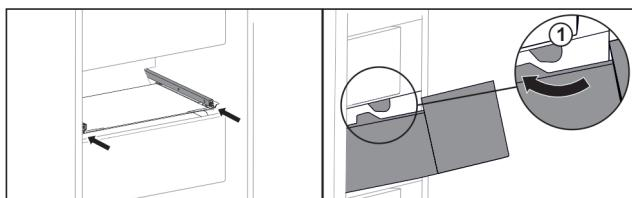

Fig. 143
- Обвести висувний ящик навколо стопора Fig. 143 (1).